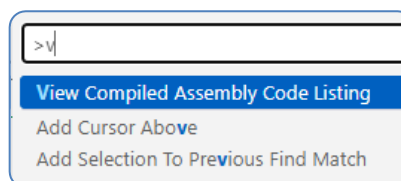

Рис. 1.10. Меню команд Wokwi
- у меню команд оберіть «View Compiled Assembly Code Listing» (рис. 1.10).